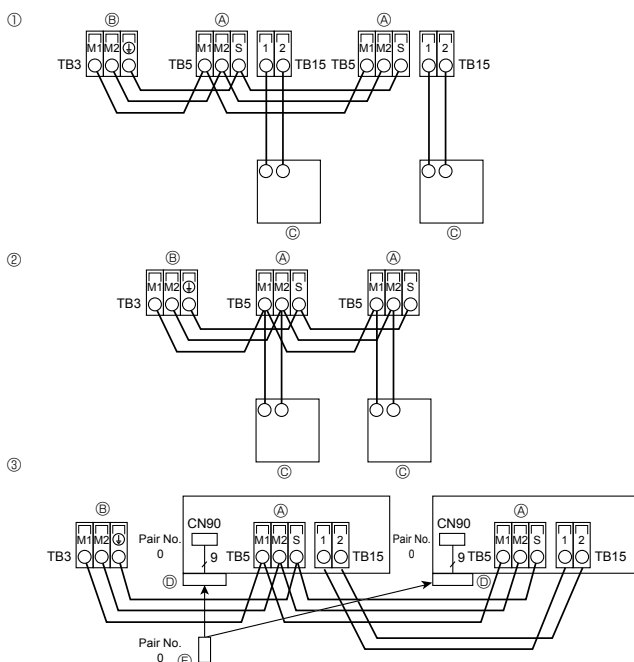

Fig. 4-3
4.4. Подсоединение пульта дистанционного управления, кабелей передачи внутри и снаружи (Fig. 4-3)
- ① Пульт дистанционного управления “MA”
- ② Пульт дистанционного управления “M-NET”